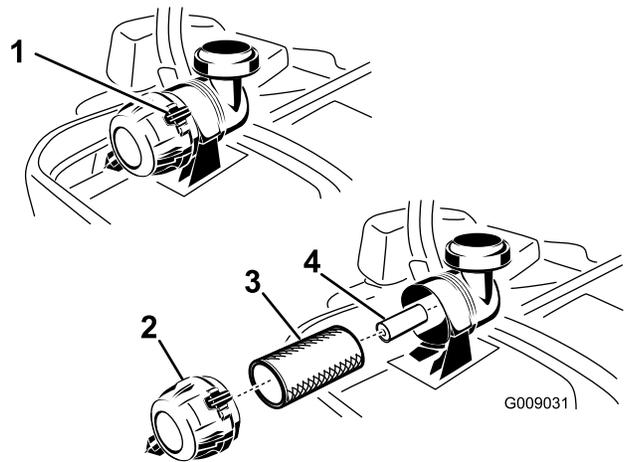

Figure 44
3. Appuyez sur les attaches du filtre à air pour les ouvrir et détachez le couvercle du corps du filtre à air (Figure 44).
5. Sortez l'élément principal du corps du filtre avec précaution (Figure 44). Évitez de cogner l'élément à l'intérieur du corps.
1. Ne nettoyez pas l'élément en papier, remplacez-le (Figure 44).
2. Si vous remplacez l'élément secondaire, insérez-le avec précaution dans le corps du filtre (Figure 44).
3. Placez ensuite l'élément principal sur l'élément secondaire avec le même soin (Figure 44). Assurez-vous qu'il est bien engagé en appuyant sur le rebord extérieur.
- Montez le couvercle, reniflard en bas, et tournez-le pour que les attaches verrouillent le couvercle en place (Figure 44).